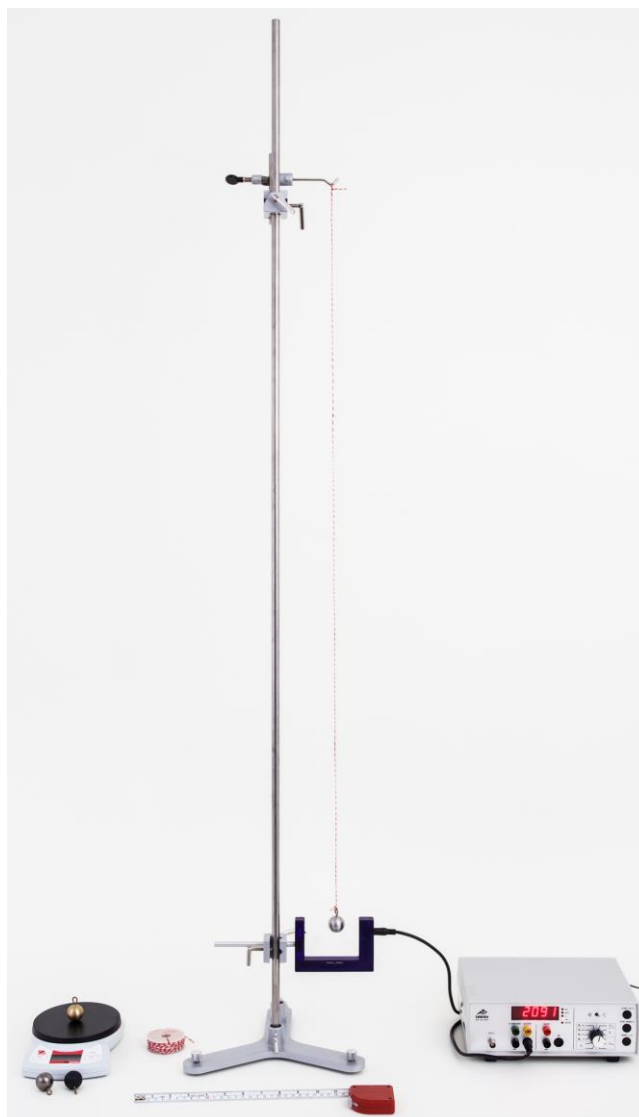

Fig. 1: Disposizione per la misurazione
- Esegui la disposizione per la misurazione secondo Fig. 1.